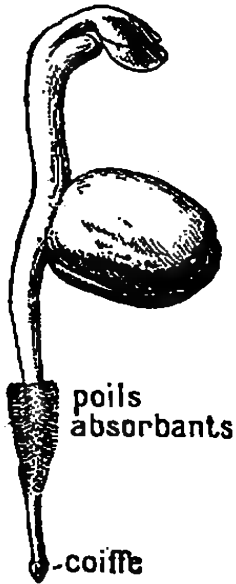

Fig. 243. — Jeune racine.
2. La racine fixe la plante dans le sol et y puise sa nourriture. — Lorsqu'on examine une racine, on distingue, près de la pointe, un grand nombre de poils très fins appelés *poils absorbants* (fig. 243). C'est par ces poils que la racine puise l'eau et les matières nutritives contenues dans le sol. Les liquides ainsi introduits dans la racine constituent la *sève brute*. L'extrémité de la racine, la *coiffe*, peut s'enfoncer sans se déchirer.